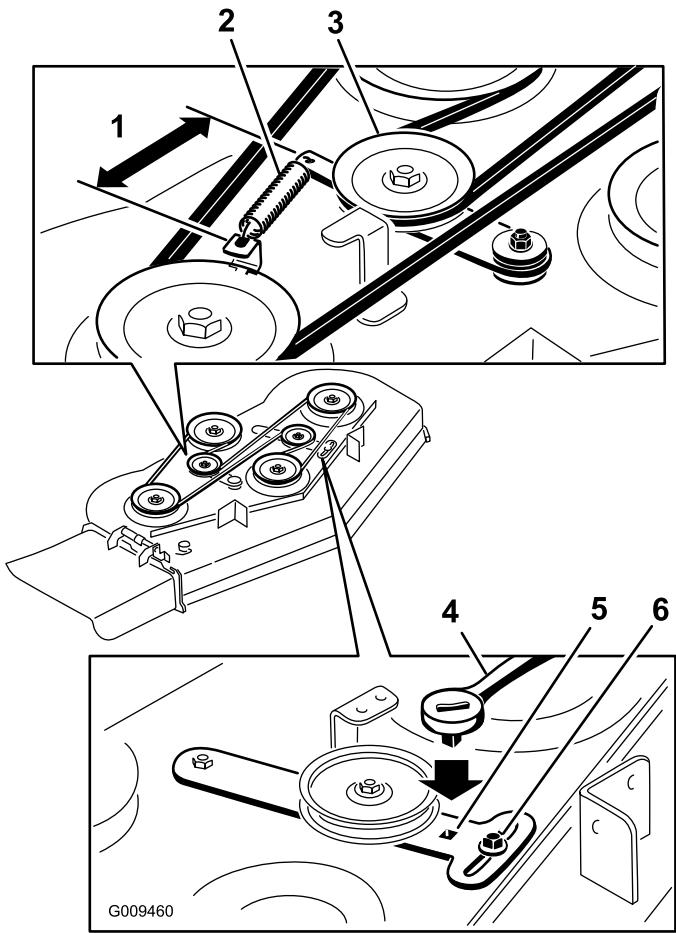

Figure 64
5. Enlevez la courroie usée du tablier de coupe (Figure 64).
6. Montez la nouvelle courroie autour des poulies du tablier de coupe et de la poulie d'embrayage (Figure 64).
7. Utilisez un cliquet dans le bras de la poulie de tension, serrez la poulie de tension jusqu'à ce que le ressort soit tendu à 14,6 cm (5-3/4") entre les crochets (Figure 64).